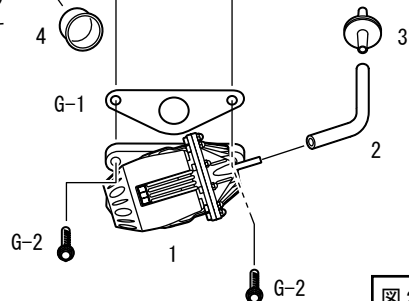
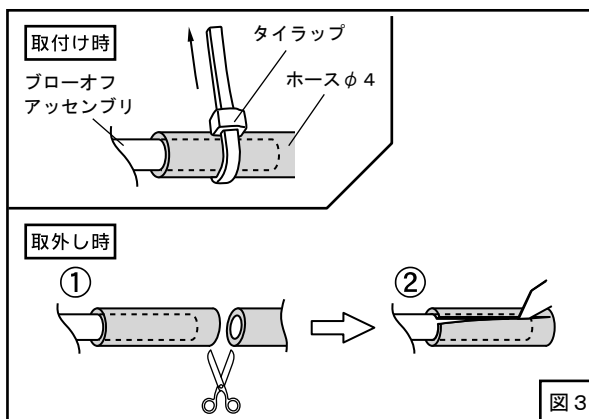

図2
図3
(1) エアバイパスホースに純正ホースクランプを使用してφ 34 プラグを取付けてください。(図2)
(2) インタークーラにブローオフアセンブリを仮付けしてください。(図2)
(3) キットパーツを使用してブローオフバルブ作動用の配管を行なってください。ホースφ 4は適当な長さ(ある程度余裕を持たせて)切って使用してください。(図2)
(図2、図3)
ブローオフアセンブリを取外す時など、ホースφ 4をブローオフアセンブリから抜く際は、タイラップを外した後、一度ホースφ 4を切断し切り込みを入れてから取外してください。(図3)